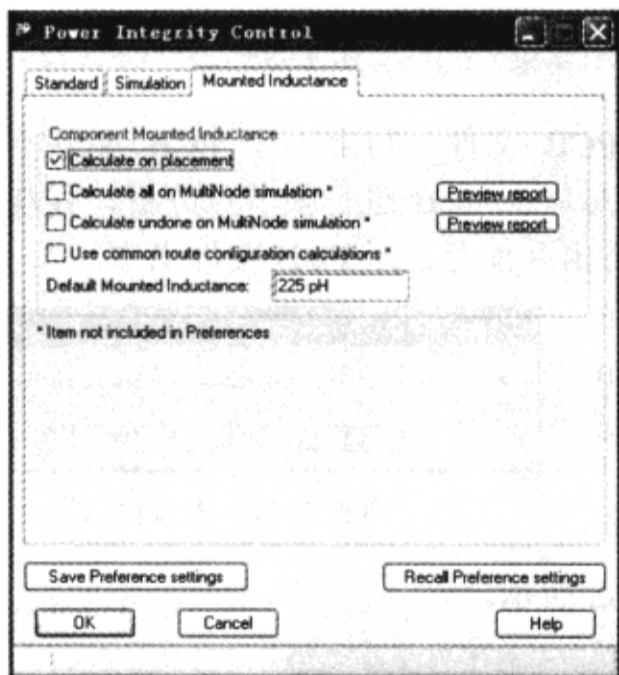

图 9-7-57 贴装电感值设置窗口
(2) 选中“Mounted Inductance”标签页, 如图 9-7-57 所示。